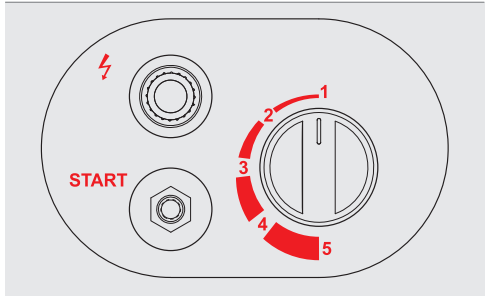

Abb. 5b: Bedienfeld (mit Thermostat)
- ▶ Drehen Sie den **Temperaturregler** (Abb. 5b) auf die **höchste Stufe** (5).
Ist Ihr Gas-Heizofen mit einem Thermostat ausgestattet, können Sie mit Hilfe des Temperaturreglers (siehe Abb. 5b) die am Thermostat gefühlte Temperatur (=Thermostat-Temperatur) festlegen. Beachten Sie hierbei, dass die am Thermostat gefühlte Temperatur und die Raumtemperatur nicht exakt übereinstimmen. Abhängig von den jeweiligen Umgebungsbedingungen (z. B. Außentemperatur, Isolierung und vor allem aber Bodentemperatur) können die angegebenen Temperaturbereiche abweichen. Folgende Tabelle gibt einen Überblick über die verfügbaren Temperatur-Regelbereiche:
Abb. 5b) so, dass die Markierung auf die gewünschte Position zeigt. Ist die eingestellte Thermostat-Temperatur (vom Fühler erfasst) erreicht, schaltet der Ofen automatisch auf die kleinste Heizstufe (2,5 kW) zurück. Der Heizofen schaltet sich dabei nicht komplett ab.